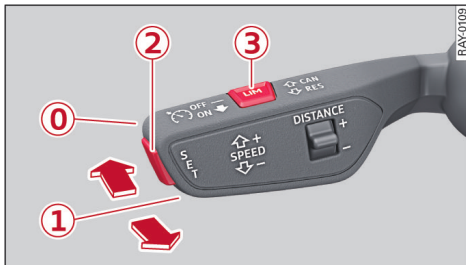

图 89 操纵杆：操作自适应巡航控制系统
- ▶ 要短时间延长起步待命状态或重新启用该功能时，请将操纵杆朝箭头方向短暂地向胸前拉 ⇨ **RES** ⇨ 118 页，图 89。